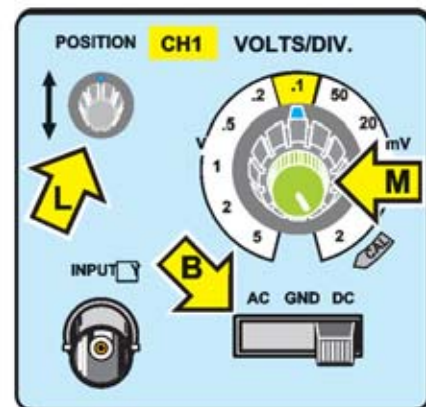

Fig.23 El mando VOLTS/DIV. debe ajustarse a un alcance de 0,1 voltios por cuadro y en el conmutador AC-GND-DC se ha de seleccionar la posición DC.
- Conmutador **AC-GND-DC** en **DC** (flecha **B** Fig.23).